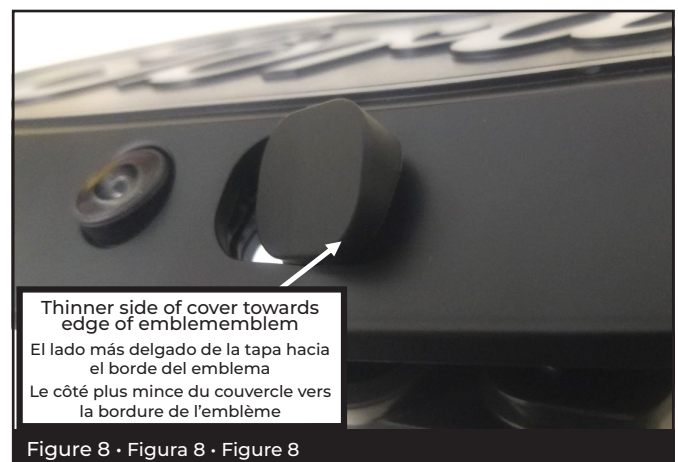

Figure 8 · Figura 8 · Figure 8
8 Front camera equipped trucks: Apply 3M tape to back of included washer cover. Peel backing off and press onto factory washer cover. Make sure orientation is correct! (Fig 8)
- Fr** Camionnettes équipées de caméra avant: Appliquez la bande 3M sur le dos du couvercle du nettoyeur fourni. Enlevez la pellicule adhésive et pressez sur le couvercle du nettoyeur d'usine. Assurez-vous que l'orientation est correcte! (Figure 8)
8 Using provided ScotchLoks, splice the wires into tail lamp harness. Hook the emblem red wire to the blue gray wire, and the emblem black wire to blue orange wire. (Fig 8)
Fr Avec les connecteurs ScotchLok fournis, épissez les fils avec le harnais électrique du feu arrière. Connectez le fil rouge de l'emblème au fil bleu-gris, et le fil noir de l'emblème au fil bleu-orange. (Figure 8).